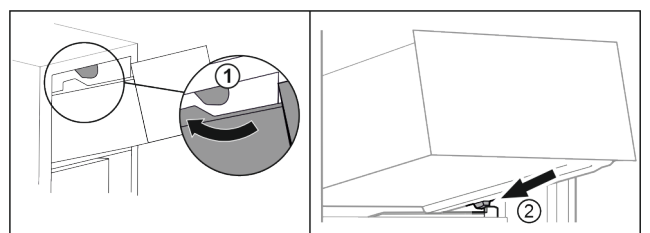

Fig. 83
- ▶ Far passare il cassetto sui fermi superiori. Fig. 83 (1)
- ▶ Applicare il cassetto inclinandolo dietro i fermi inferiori sulla nervatura del contenitore. Fig. 83 (2)